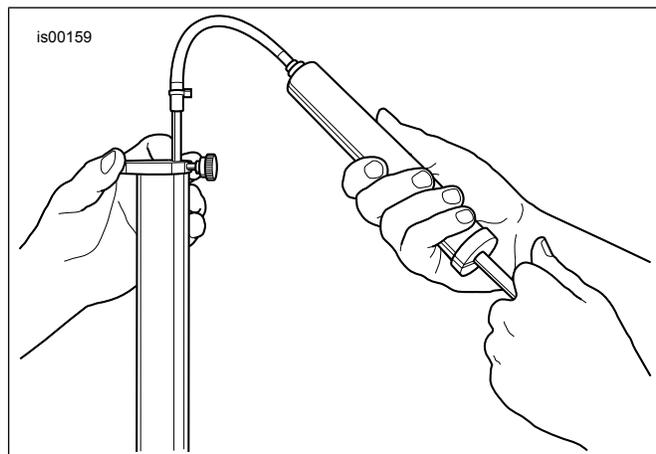

Abbildung 8. Überschüssiges Gabelöl entfernen (HD-59000B)
- a. Siehe Abbildung 8. Den Gabelölstandsmesser (HD-59000B) für die Vorderradgabel bereitlegen.